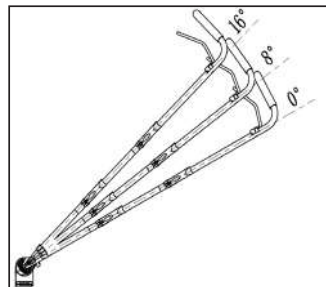

Рис. 11
2. Подберите удобный угол расположения рукоятки от  $0^\circ$  до  $16^\circ$  в соответствии с вашим ростом и длиной рук (рис. 11).